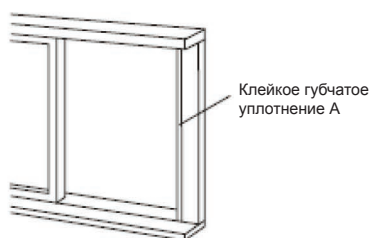

Рис. 14
1. Отрежьте губчатое уплотнение нужное длины и приклейте его к оконной раме (см .рис.14).